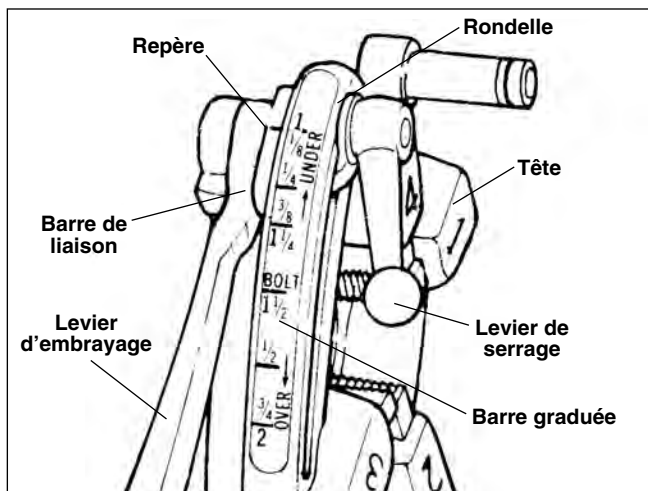

Figure 12 – Tête de filière universelle à ouverture rapide
5. Tête de filière à ouverture rapide N° 811A (*Figure 12*) – Tournez le levier d'embrayage jusqu'à la position CLOSED (fermée).
10. Tête de filière à ouverture rapide N° 811A (Figure 12) – Une fois le filetage terminé, relevez le levier d'embrayage à la position ouverte afin de ramener les filières.
NOTA ! La tête de filière universelle N° 811A (Figure 12) pour filetage à droite nécessite quatre jeux de filières pour le filetage des tuyaux de $\frac{1}{8}$ à 2 po de diamètre. Un jeu de filières spécial est nécessaire pour chacune des sections suivantes: ($\frac{1}{8}$ po), ($\frac{1}{4}$ à $\frac{3}{8}$ po), ($\frac{1}{2}$ à $\frac{3}{4}$) et (1 à 2 po). Il n'existe pas de filières de $\frac{1}{8}$ po pour pas à gauche. Le filetage des tiges nécessite un jeu de filières spécial pour chaque section de tige. Il n'existe pas de filières à tige fileté pour les têtes de filière à pas à gauche.
NOTA ! La tête de filière universelle à ouverture automatique N° 815A (Figure 12) pour filetage à droite nécessite quatre jeux de filières pour le filetage des tuyaux de $\frac{1}{8}$ à 2 po de diamètre. Un jeu de filières spécial est nécessaire pour chacune des sections suivantes: ($\frac{1}{8}$ po), ($\frac{1}{4}$ à $\frac{3}{8}$ po), ($\frac{1}{2}$ à $\frac{3}{4}$ po) et (1 à 2 po). Le filetage des tiges nécessite un jeu de filières spécial pour chaque section de tige.